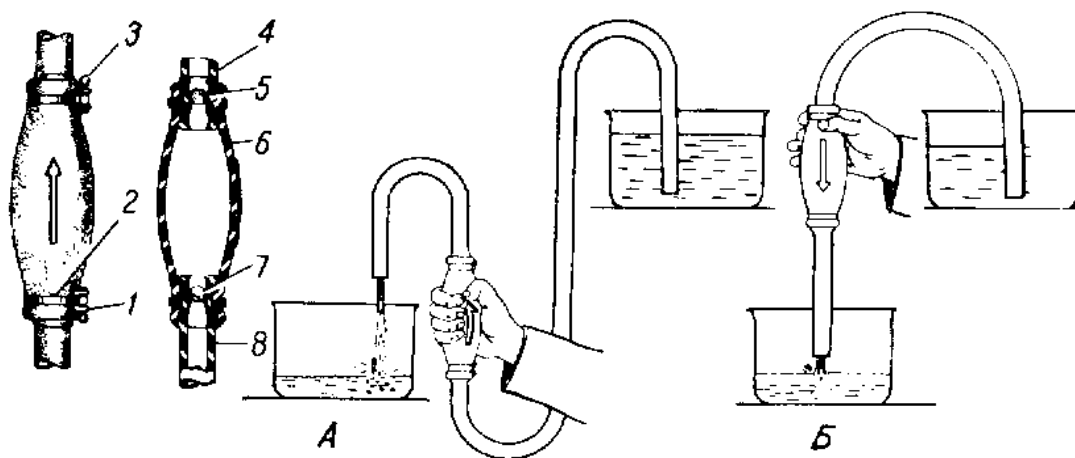

Рис. 1.58 Насос для ручного переливания топлива
Для переливания или перекачивания топлива с помощью насоса (рис.1.58) следует:
2. Привести насос в действие переменными сжиманиями и последующим отпусанием баллона **6** (рис.1.58. А) рукой.